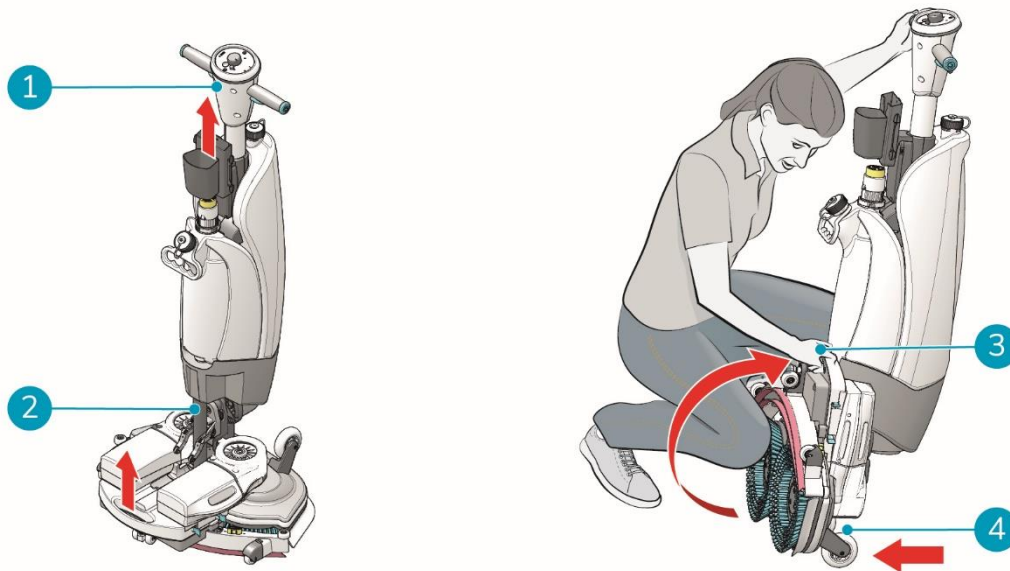

Figura 6
1. Asegúrese de que la manguera de vacío (Figura 6, pos. 2) esté introducida de nuevo en la máquina para que no pueda quedar apretada.
2. Agáchese y sujete el asa (Figura 6 posición 1) con una mano mientras sujeta la plataforma de fregado (Figura 6 posición 3) con la otra mano.